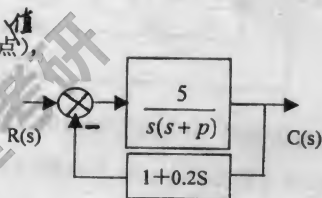

图 2
- 二. (20分) 已知系统如图 2 所示, 试求:
- (1) 参数 P 对单位斜坡输入时的稳态误差的影响;
- (2) 画出根轨迹的大致形状 (给出关键点), 并指出临界阻尼时 P 的取值;
- (3) 超调量 $M_p = 0.163$ 时, P 的值为多少?